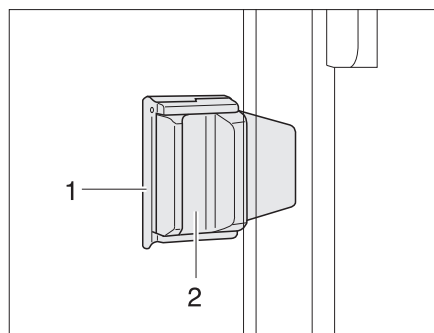

Fig. 60 Fenêtre coulissante avec verrouillage coulissant
- Retirer le verrouillage (Fig. 60,1).
- Appuyer sur la poignée (Fig. 60,2) et la pousser simultanément vers l'avant ou l'arrière.
- Tourner le bouton de verrouillage (Fig. 60,1) en position verticale.